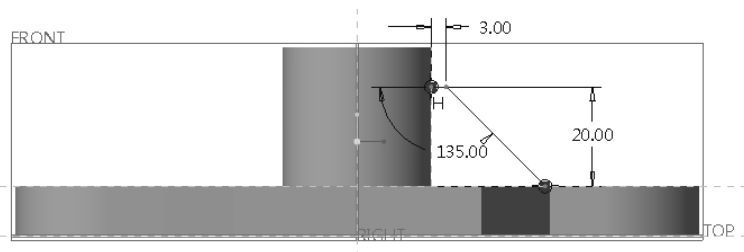

图 6-52 修改尺寸后的筋草绘
6) 修改尺寸后的筋草绘如图 6-52 所示。单击  (确定) 按钮，完成草绘并退出草绘模式。